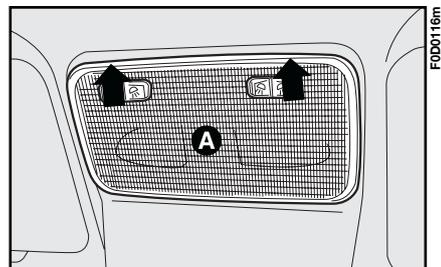

fig. 29
1) à l'aide d'un tournevis enlever le transparent **A-fig. 29**, monté par pression, comme indique la figure ;